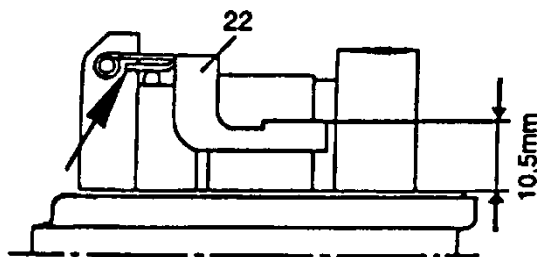

Рис. 18. Регулировка уровня топлива 4.
Уровень топлива в поплавковой камере регулируется отгибанием усика вильчатого рычага (22) так, чтобы при перевернутом положении карбюратора расстояние между вильчатым рычагом и корпусом карбюратора было 10, 5 мм (рис. 18). Для контроля регулировки необходимо выполнить замер уровня топлива в поплавковой камере, который должен быть на 13... 14 мм ниже верхнего края поплавковой камеры (25) при снятых поплавках. Давление в надтопливном пространстве поплавковой камеры должно быть равно давлению на входе в карбюратор. Расположение суфлирующей трубки (31) должно обеспечивать выполнение данного требования. Для двигателей 582/48 и 582/40 рекомендуется соединить суфлирующие трубки. При установке высотного корректора суфлирующие трубки соединяются с разбалансировочной камерой корректора.